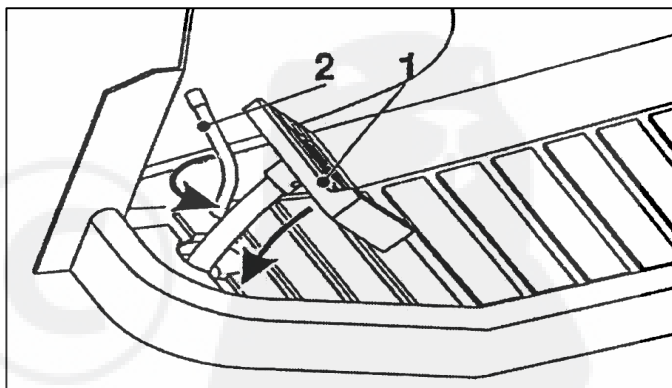

Fig. 15
3. Duw rem/koppelings-pedaal in en hou hem ingedrukt. (Fig. 15, pos. 1).
### REM (fig. 15)
De hendel van de handrem dient om het rempedaal te blokkeren in de rempositie (fig. 15, pos. 2)